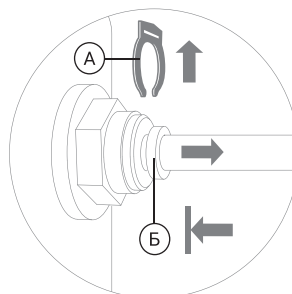

Рис. 4
2. Снимите стопорную клипсу (А). Удерживая цанговое кольцо (Б) прижатым к основанию фитинга, потяните на себя трубку (Г) и аккуратно извлеките ее из фитинга (рис. 4).